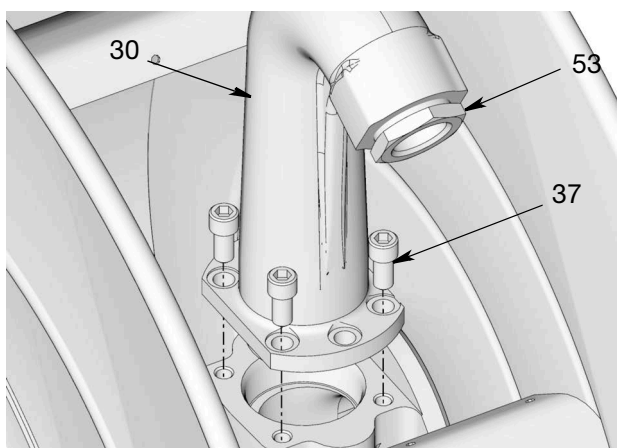

FIG. 6: In figura, uscita a bassa pressione. I modelli a media pressione utilizzano 6 bulloni
3. Per una più agevole installazione del flessibile, rimuovere l'uscita (30) dal rocchetto. Rimuovere i bulloni (37) che fissano l'uscita al rocchetto (FIG. 6).
4. Applicare sigillante per filettature di tubi o avvolgere del nastro in PTFE attorno alle filettature del riduttore (53) (se necessario). Quindi, installare il riduttore (53) nell'estremità dell'uscita (FIG. 6). Usare due chiavi inglesi sulle parti piatte, operanti in direzioni opposte, per fissare saldamente il riduttore al raccordo di uscita.